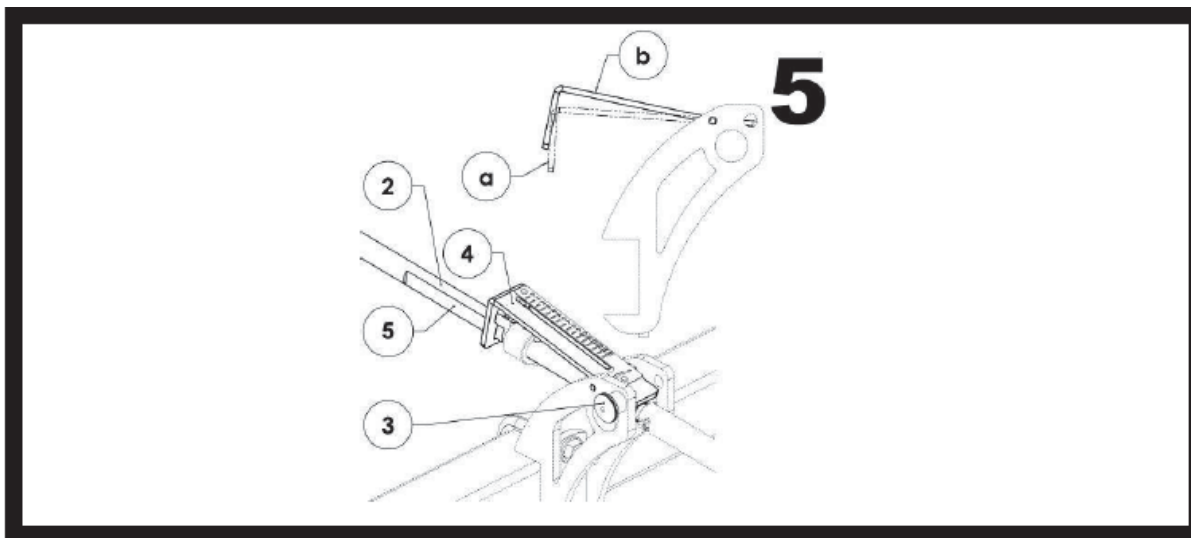

Fig. 16 Mekanisme til dybdejustering
Arbejdsdybden justeres vha. en skruemekanisme, særskilt for enhver arbejdssektion (Fig. 16). Justering af arbejdsdybden består i ændring af positionen af tandsektionen i forhold til valserne. Justering foretages vha. en krank (1) (Fig. 15), som er anbragt et specielt sted på støttebenet.
2. Låse låsestiften (3) op.
3. Sænke skalaen (4) til position „a”.
4. Dreje kranken (Fig. 16). Ved at dreje til højre, mod „-” tegnet (9) reducerer man arbejdsdybden, ved at dreje til venstre, mod „+” tegnet (8) forøger man arbejdsdybden. Ved at ændre positionen af viseren (6) i forhold til skalaen (7) mellem skalainddelingen ændres arbejdsdybden med ca. 1 cm.
5. Efter endt justering skal akslen (2) sættes i lodret plan (5) (Fig. 16).
6. Lås låsestiften (3) op og løft skalaen (4) til position „b” (Fig. 16). Stiften bør låses automatisk.